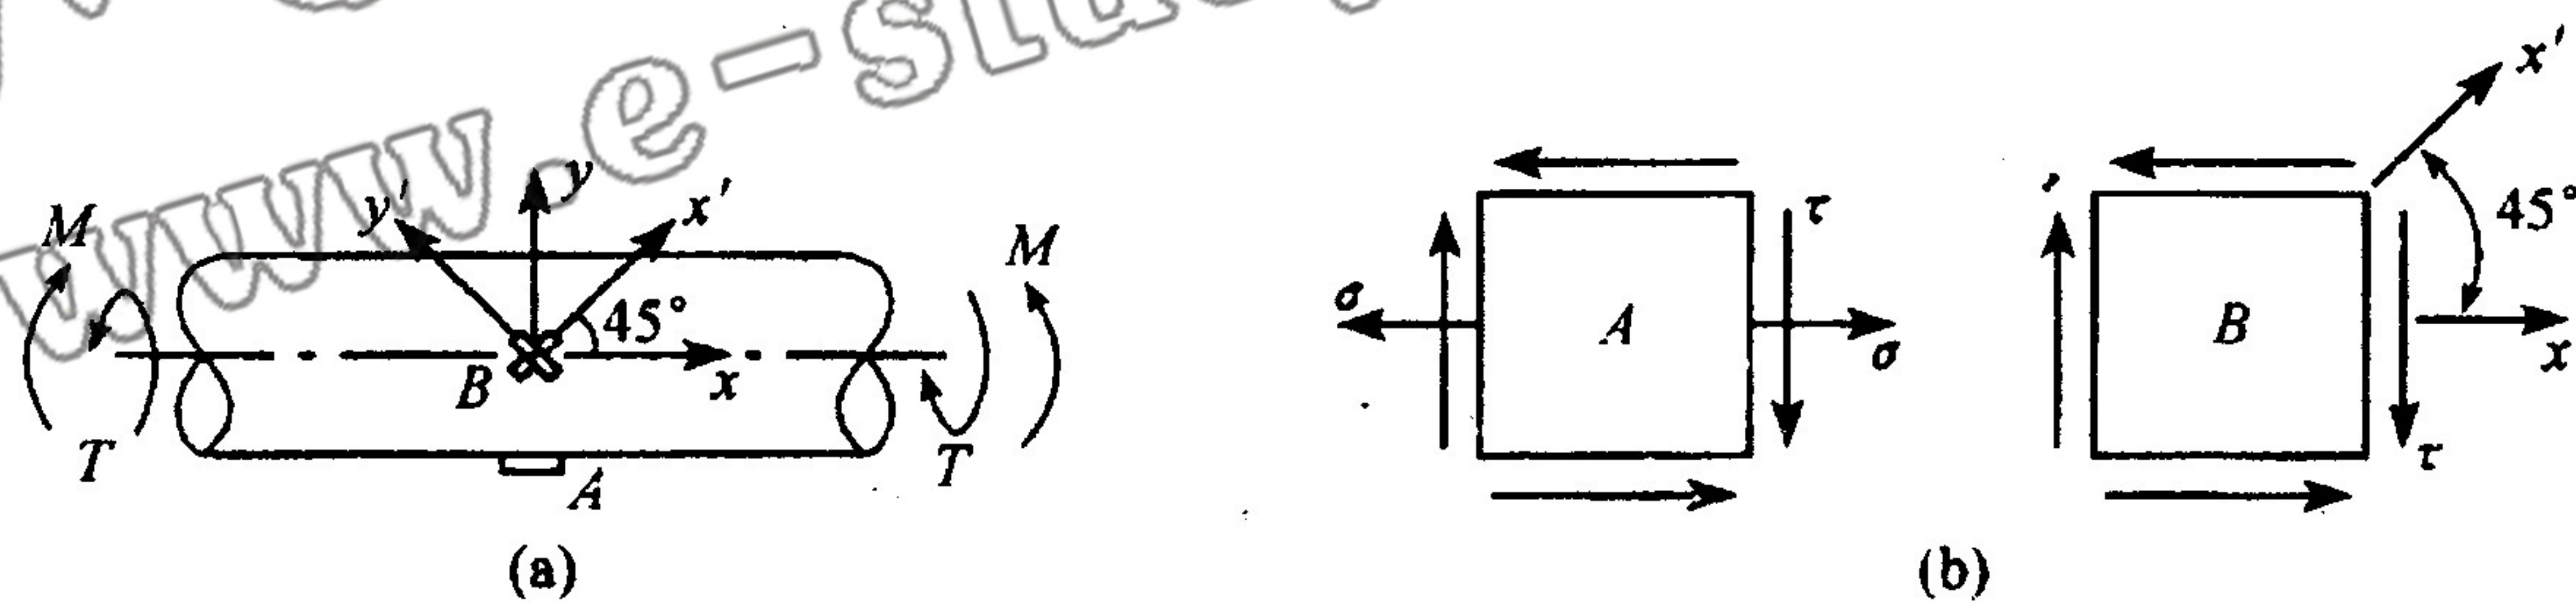

图 2.5
③关注跳板的中性轴, 尽管 $I = \frac{bh^3}{12}$ 或 $W = \frac{bh^2}{6}$ 熟知, 但 b 和 h 如何选定, h 一定是和中性轴垂直的边。
2.5 图 2.5 所示钢制圆轴受弯矩 M 和扭矩 T 作用, 圆轴直径 $d = 18.3 \text{ mm}$, 实验测得轴表面最低处 A 点沿轴线方向的线应变 $\epsilon_x = 5 \times 10^{-4}$, 在水平直径表面上的 B 点沿圆轴轴线成 45° 方向的线应变 $\epsilon_{x'} = 4.5 \times 10^{-4}$, $\epsilon_{y'} = -4.5 \times 10^{-4}$ 。已知钢的弹性模量 $E = 200 \text{ GPa}$, 泊松比 $\mu = 0.25$, 许用应力 $[\sigma] = 180 \text{ MPa}$ 。求: (1) 弯矩 M 和扭矩 T ; (2) 按第三强度理论校核轴的强度。(15 分)
(1) 计算弯矩 M 和扭矩 T 。取 A 点研究, A 点在轴的最下方, 单元体上有扭矩 T 对应的切应力和弯矩 M 对应的正应力, 画 A 点单元体如图 2.5(b) 所示。由应力应变分析知, 线应变仅与正应力有关, 故由胡克定律
取B点研究，B点在中性层处，故仅有扭矩对应的切应力，画B点单元体如图2.5(b)所示。该单元体为纯剪切应力状态，由应力分析求沿 x' ($\alpha=45^\circ$)和 y' ($\alpha=135^\circ$)方向的正应力为
点评 ①此题是圆轴在组合变形作用下，已知应变求应力最终求解外力的逆运算问题。②此题也可由 $\epsilon_{y'} = \frac{1}{E}(\sigma_{-45^\circ} - \mu\sigma_{45^\circ}) = -\frac{T}{EW_p}(1 + \mu)$ 求解扭矩 T 。③读者应关注图2.5(b)中A点应力状态下第三、第四强度理论的表达式，且当该点来自圆轴时，第三、第四强度理论的进一步演化式，从而计算中可不必求出各个主应力。